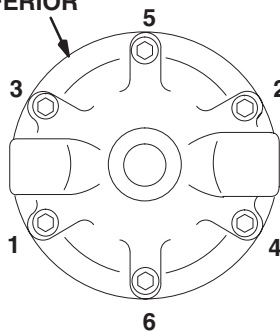

Fig. 5
5. Desmonte la unión giratoria (23) y el muelle (40) del cuerpo del regulador.
6. Retire la bola (20), el asiento de la válvula (16), y la junta (15). Vea la Fig. 5.
14. Apriete la contratuerca (13) en el alojamiento de la espiga (18) a un par de 28–47 N.m.
15. Instale la espiga de la válvula (9), el muelle (3), la junta (21), y el tornillo de retención (10) al alojamiento de la espiga (18). Asegúrese de que la lengüeta de la espiga de la válvula (9) encaja en la ranura del tornillo (10).
16. Apriete el tornillo de retención (10) en el alojamiento a un par de 28–34 N.m.
17. Instale el muelle, el tornillo de ajuste (12) y la tapa en el alojamiento (6). Apriete los seis tornillos de cabeza (1) en la secuencia indicada en la Fig. 5, **Vista inferior**, y al par de apriete especificado.
18. Instale la junta (15), el asiento de la válvula (16), y la bola (20) en el alojamiento (6).
19. Rosque el racor giratorio (23), con la junta tórica (4) incorporada y el muelle (40) en su sitio, a la entrada. Apriete a un par de 31–36 N.m.